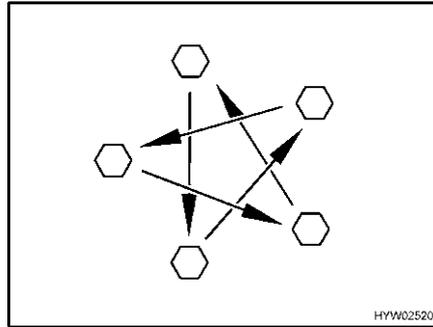

Fig. 88 Apretar las tuercas o los tornillos de las ruedas en forma de cruz
- Comprobar periódicamente que las tuercas o tornillos de las ruedas estén firmemente apretados. Reajustar en forma de cruz (Fig. 88) las tuercas o tornillos después de cambiar una rueda, al cabo de 50 km.